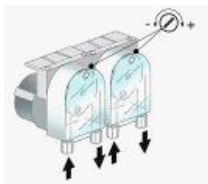
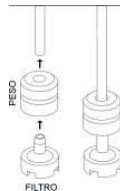

Abb. 4
Abb. 5
**⚠** Vor der Inbetriebnahme der Geräts sollten Sie prüfen, ob das elektrische Sicherungssystem einwandfrei funktioniert. Die obige Tätigkeit sowie die erste Inbetriebnahme sollten ausschließlich vom Servicepersonal durchgeführt werden. Das Personal führt auch eine kurze Schulung zur Bedienung des Geräts durch. Jedes Gerät verfügt über einen Klarspüler-Zähler. Über einen Spülmittel-Zähler verfügen hingegen nur ausgewählte Modelle. Montieren Sie den Spülmittel-Behälter und den Klarspüler-Behälter in den dafür bestimmten Platz und bringen Sie wie nachfolgend die Absaugrohre an: das transparente Röhrchen an dem Spülmittel und das blaue Röhrchen an dem Klarspüler. Zur Regulierung benutzen Sie die Regulierungsschrauben (Abb. 4). Die Regulierung sollte vom Fachpersonal der Firma durchgeführt werden, die die Spülmittel und Klarspüler an Sie liefert. Vor der Anbringung der Absaugrohre sollten Sie Gewichtsstücke (damit die Rohre auf den Behälterböden bleiben) und die Filter anbringen (Abb. 5).